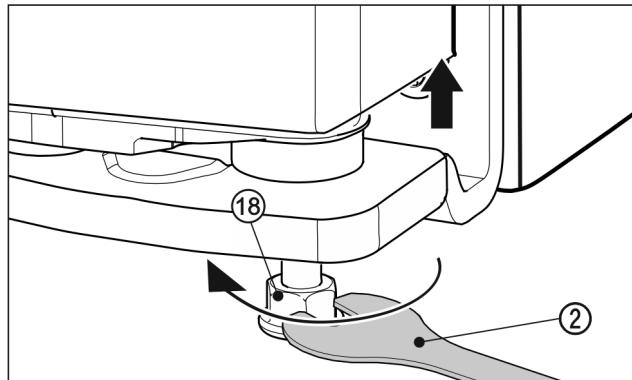

Fig. 25
- ▶ За повдигане на вратата развивайте надясно крачето Fig. 25 (18) с приложени гаечен ключ Fig. 25 (2) до контакт с пода. След това продължете да въртите, докато вратата се регулира по височина. В състояние на доставка лагерният болт е завит докрай.